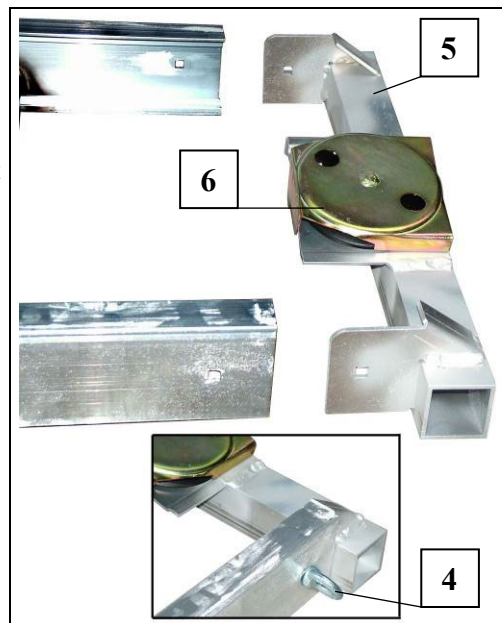

Fig. 19 Monter la pièce de tête.
- Placer la partie tête (5) à l'extrémité de la partie échelle (5) et visser. – La poulie de renvoi de câble est tournée vers l'extérieur (voir Fig. 19) Fixer la partie tête sur l'ouvrage.